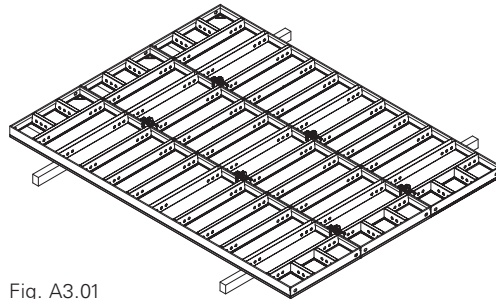

Fig. A3.01
1. Posicionar los paneles y unirlos. (Fig. A3.01)